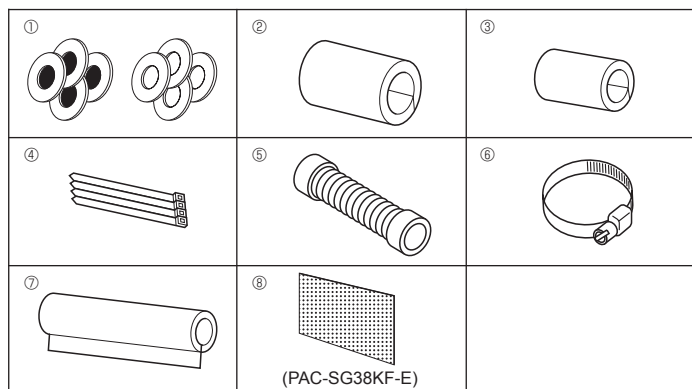

Fig. 3-1
3.1. Vérification des accessoires de l'appareil intérieur (Fig. 3-1)